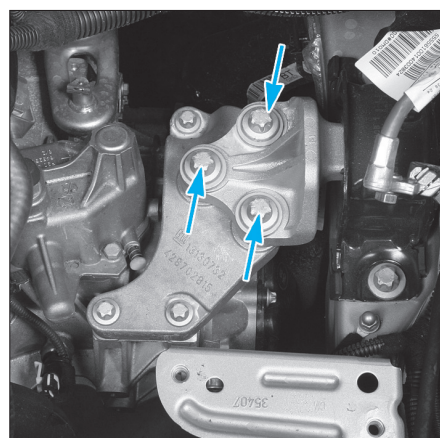

Fig. 4
- Débrancher le connecteur du contacteur de feux de recul (3).
- le support moteur avant gauche (3 vis) (Fig.4),